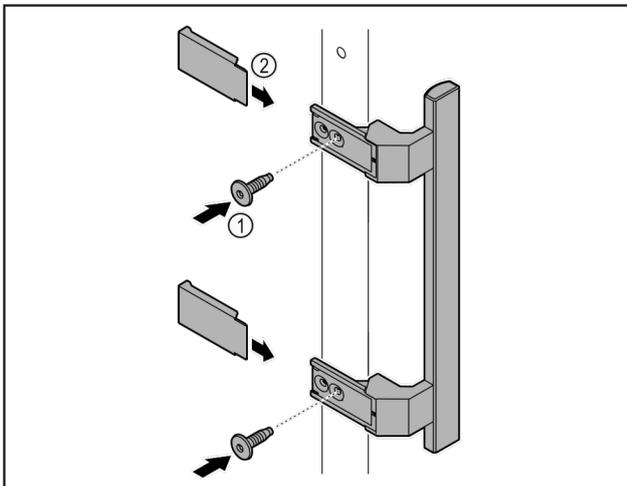

Fig. 5
u Griff aus dem Beipack mit den beiliegenden Schrauben Fig. 5 (1) an der Tür anbringen.
u Abdeckung Fig. 5 (2) aufsetzen.